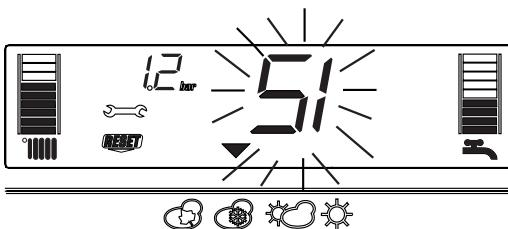

Fig. 4.26
3) Visualizzazione delle icone e (fig. 4.26)